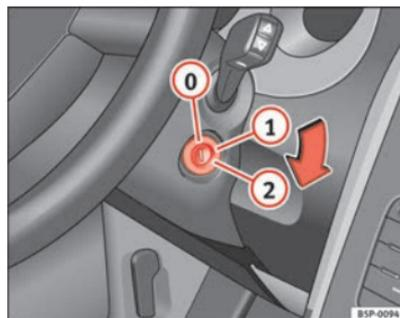

Fig. 139 Posiciones de la llave de contacto
En esta posición ⇒ fig. 139 el encendido y el motor están desconectados pudiéndose bloquear la dirección.
- Gire la llave de contacto hasta la posición ⇒ página 180, fig. 139 **1**. El testigo  se encenderá en caso de precalentamiento del motor.
- Gire la llave de contacto a la posición ⇒ página 180, fig. 139 .